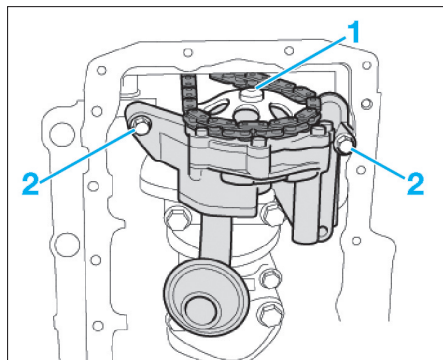

Fig. 28
- Déposer la vis (1) (Fig.28).